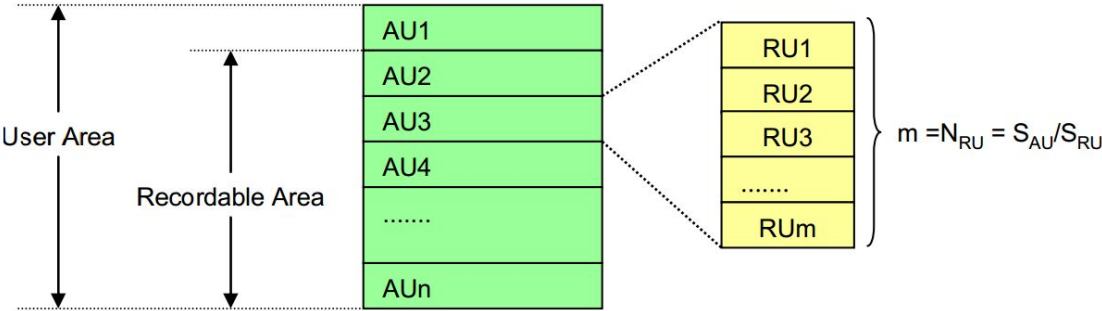

图 4-27 分配单元定义 (AU)
用户区域被分为多个单元，被称为 “Allocation Unit (AU)” (见图 4-27)。每张卡都有自己固定的 AU 尺寸 (Szu) 以及卡的残疾定义的最大 AU 尺寸。主机应该以 AU 为单位管理数据区域。AU1 之后的几个 AU 应该被用于实时记录，因为他们可能包含系统信息。AV 应用应该